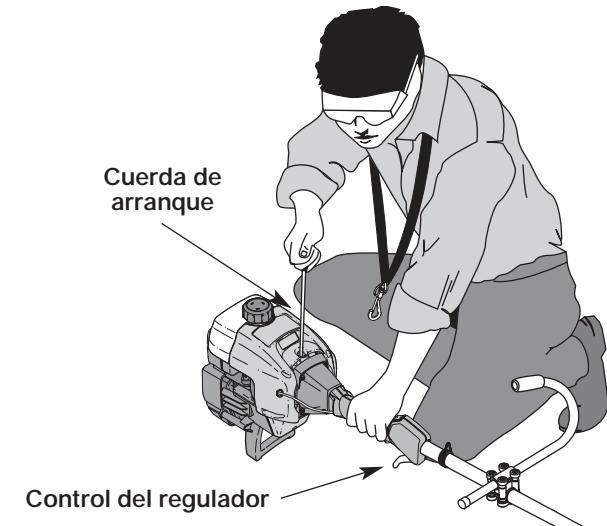

Fig. 18
**ADVERTENCIA:** Evite los arranques accidentales. Colóquese en posición de inicio cuando tire de la cuerda de arranque (Fig. 18). El operador y la unidad deben estar en una posición estable al arrancar la unidad para evitar graves lesiones personales.
5. Con la unidad en la posición de arranque (Fig. 18), **NO APRIETE EL CONTROL DE ACCELERACIÓN**, hale la cuerda de arranque con fuerza 5 veces, la palanca EZ-Start™ debe estar hacia la izquierda. Si la unidad empieza a funcionar antes de la quinta tirada de la cuerda, avance hacia el Paso 6. Si el motor no comienza, regrese al Paso 3.
1. Saque la mano del control del regulador (Fig. 18). Deje enfriar el motor en mínima.